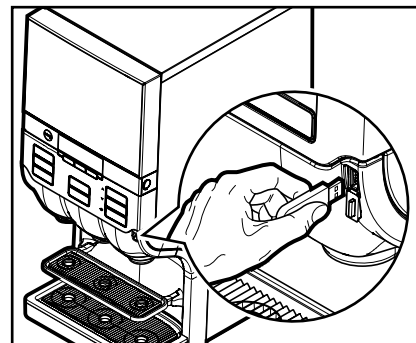

Bild 23
- Stick i UBS-nyckeln i USB-porten på maskinen så att tillfällig servering kan ske (bild 23).